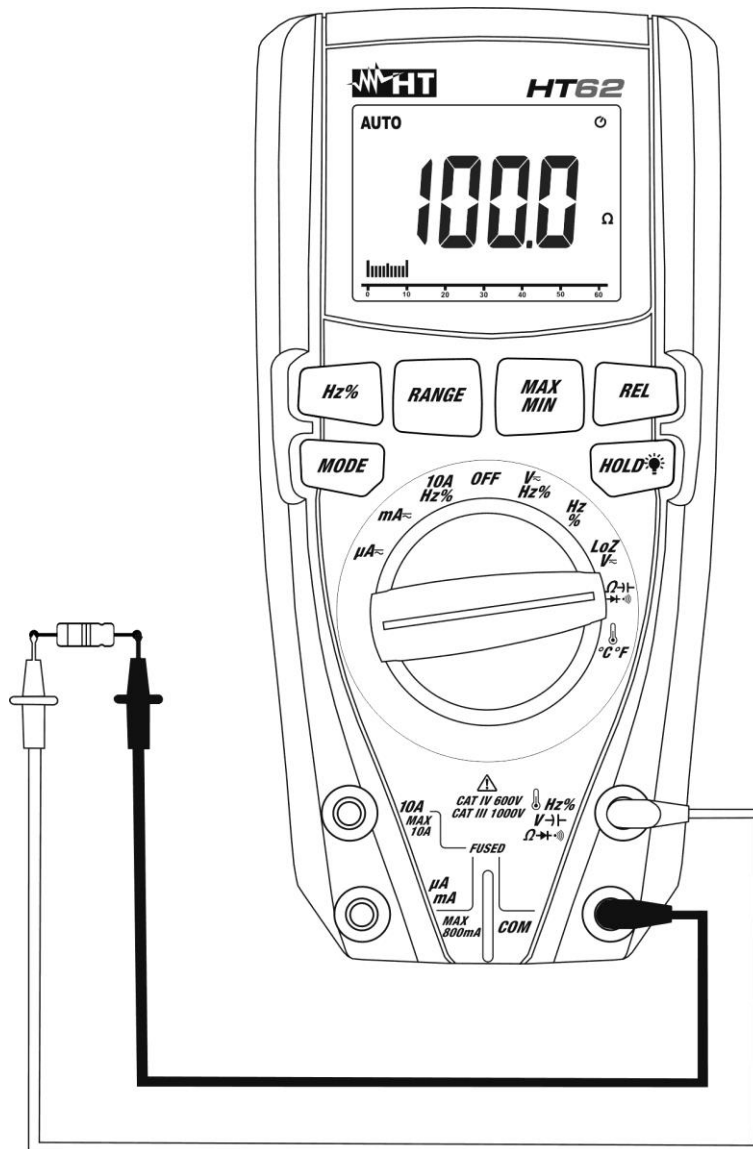

Fig. 6: Uso dello strumento per misura di Resistenza e Test Continuità
3. Posizionare i puntali nei punti desiderati del circuito in esame (vedere Fig. 6). Il valore della resistenza è visualizzato a display